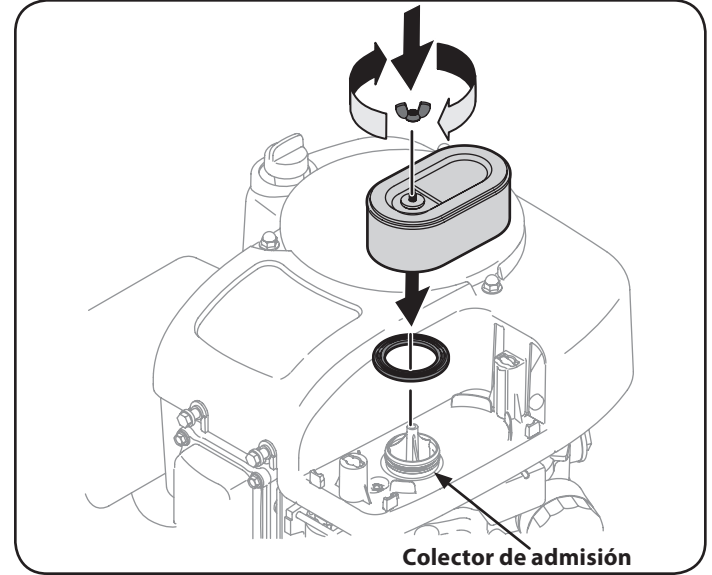

Figura 26
6. Sujete el filtro de aire nuevo con el elemento de espuma, para lo cual debe alinear el orificio del filtro de aire con el colector de admisión. Vea la Figura 26. Asegure con el tornillo de mariposa.